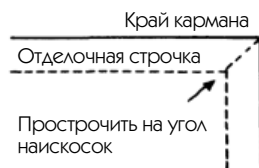

Рис. 545
— Либо как показано на расположенном внизу рис. 545, в случае если строчки находятся на одинаковом удалении от краев кармана (сделайте закрепочные стежки к углам).
7. Наложите и настрочите карман на изделие, делая наклон по верхним углам, как было ранее показано на рис. 545.